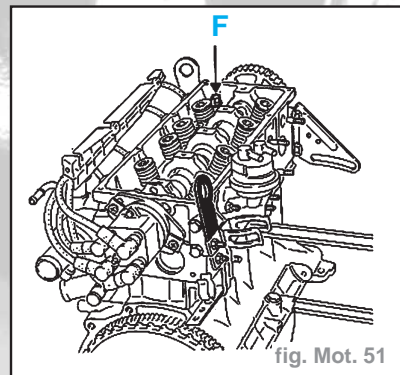

fig. Mot. 51
- La vis (11) de la béquille et desserrer l'écrou (12)
- La vis de fixation (13) du guide de jauge à huile
- Dégraffer le faisceau électrique en (14)
- les vis de culasse sauf la vis (F) que l'on déblocquera seulement, puis faire pivoter la culasse autour de la vis (fig. Mot. 51)